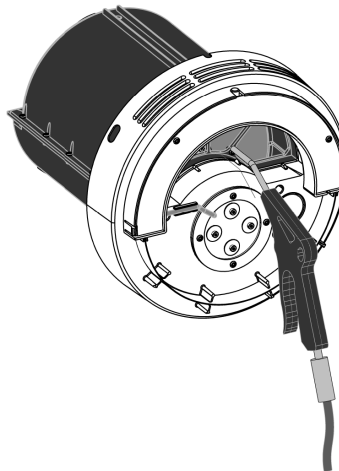

Abbildung 33 - Das Lüftungsgerät vorsichtig mit Druckluft reinigen
6. Das Lüftungsgerät auf eine ebene Fläche legen. Die innere Abdeckung entfernen. Das Lüftungsgerät vorsichtig von innen mit Druckluft durchblasen, um es zu reinigen, siehe nachstehende Abbildung 33 oben.